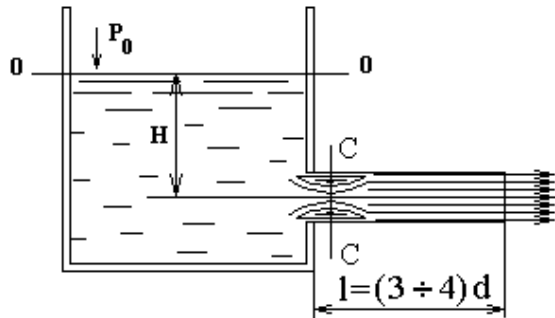

Рисунок 7.1 – Истечение жидкости через насадки
**Насадками** называют трубки различной формы, приставляемые к отверстию в стенке резервуара или к концу трубы с целью увеличения расхода (скорости) или для получения более компактной струи (рисунок 7.1).
При входе в насадок, благодаря острой входной кромке, струя жидкости сначала сужается, как и при истечении через отверстие, а затем расширяется, заполняя все сечение насадка, и вытекает из него полным сечением (рис. 7.1). В отличие от истечения из отверстий, в насадках струя на сравнительно большой длине взаимодействует с твердой поверхностью. При истечении в атмосферу в сжатом сечении образуется вакуум. В результате возрастает полный действующий напор, складывающийся из напора над центром входного отверстия насадка и величины вакуума в сжатом сечении
$\varepsilon_c$  - коэффициент сжатия струи внутри насадка, для внешнего цилиндрического насадка (рис. 7.1)  $\varepsilon_c = 0,64$ .
Теоретическое значение вакуума в сжатом сечении при истечении жидкости через внешний цилиндрический насадок (рис. 7.1) можно определить из уравнения Бернулли для сечений О-О и С-С (сжатое сечение), приняв в сечении О-О скорость жидкости  $v_0 = 0$